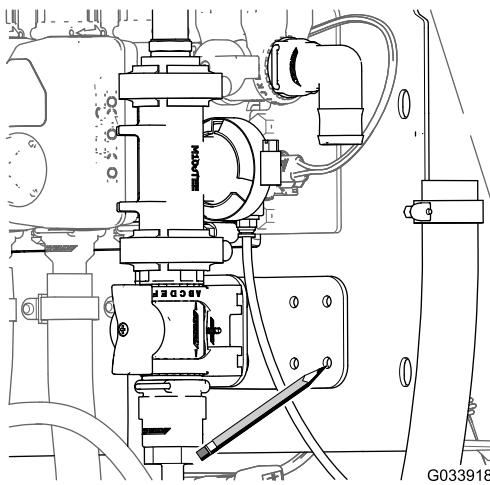

Bild 16
3. Verwenden Sie die Halterung des Regelventils als Schablone und markieren und bohren Sie die Löcher in die Halterung auf der Oberfläche der Verteilerbefestigung (Bild 16).